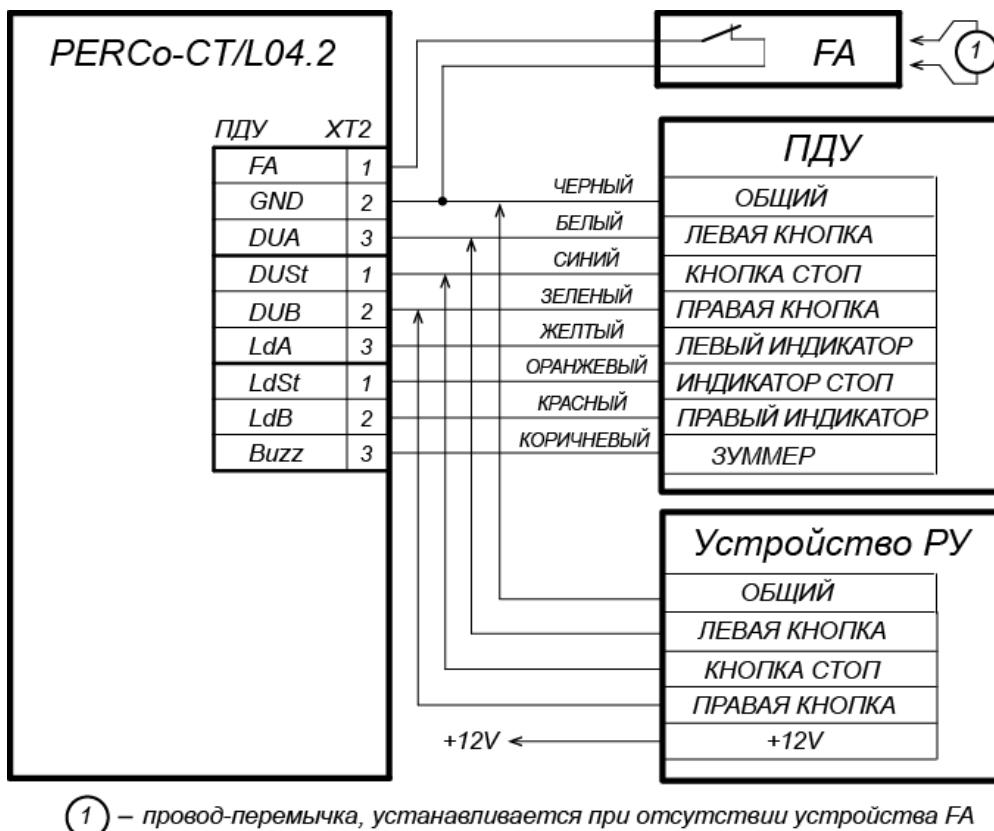

Рисунок 10. Схема подключения ПДУ или устройства РУ для вариантов конфигурации «Контроллер для управления турникетом» и «Контроллер АТП»
- ПДУ (или устройство РУ) подключается к клеммной колодке **XT2** нижней платы контроллера согласно схеме, представленной на рис. 10.
Подключение осуществляется к контактам клеммной колодки **ХТ2** (см. рис. 10).